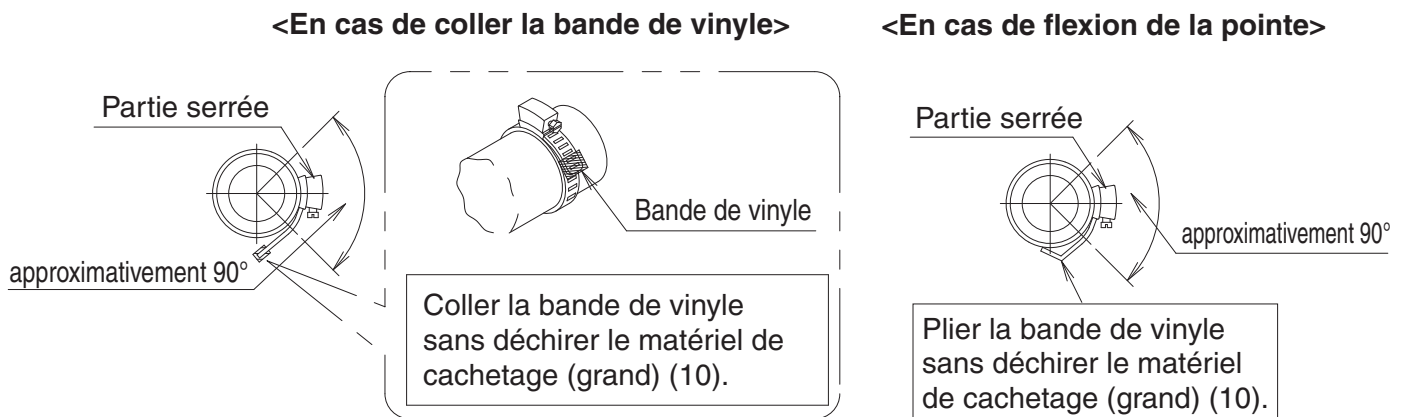

Fig. 12
- Enroulez la bande de vinyle autour de l'extrémité de la bride en métal (2) de sorte que la matière d'étanchéité (grand) (10) à utilisé au prochain processus ne puisse pas être endommagée avec l'extrémité de bride ou pliez le bout de l'intérieur de la bride en métal (2) comme montré. **(Reportez-vous à la Fig. 12)**